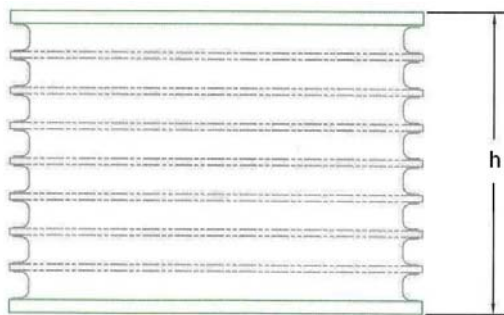

Рисунок 8. Резинометаллический элемент
1. Сожмите опору подходящим прессом, и измерьте высоту. Минимально допустимые значения высоты (h), рисунок 8: